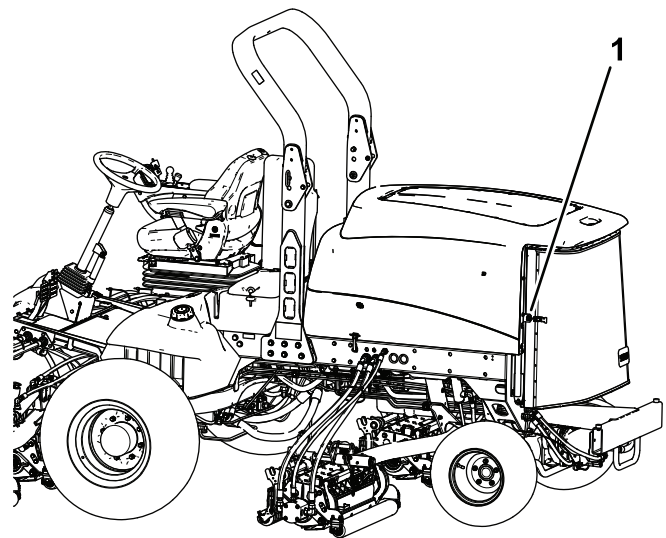

Figura 102
2. Desenganche y abra la rejilla trasera (Figura 102).